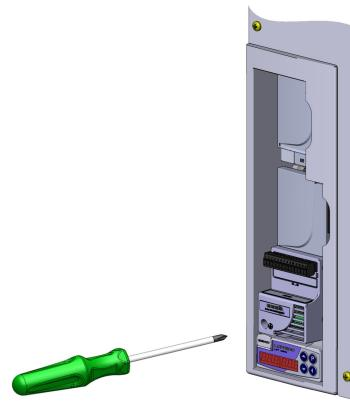

Figura 2: Fixação do parafuso de aterramento do acessório
3. Conectar o acessório no slot e fixar o parafuso de aterramento do acessório ao inversor de frequência, conforme indicado pela Figura 2.